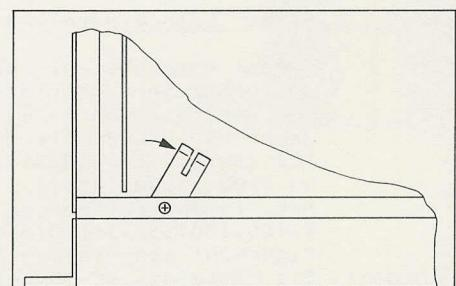

Fig. 4.12
- Linke Spannfeder fuer Gehaeusedeckel mit Kreuzschlitz-Schraubenzieher loesen und etwas nach rechts drehen um Kurzschluss mit den Kontakten von Servo-2 PCB zu verhindern (siehe Fig. 4.12).